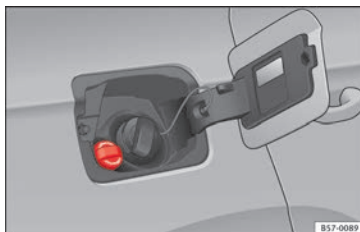

Fig. 238 Tapón de la boca de llenado del depósito de AdBlue.
- Abra la tapa del depósito » **fig. 238**.
- Gire el tapón de cierre de la boca de llenado de SCR hacia la izquierda » **fig. 238.**